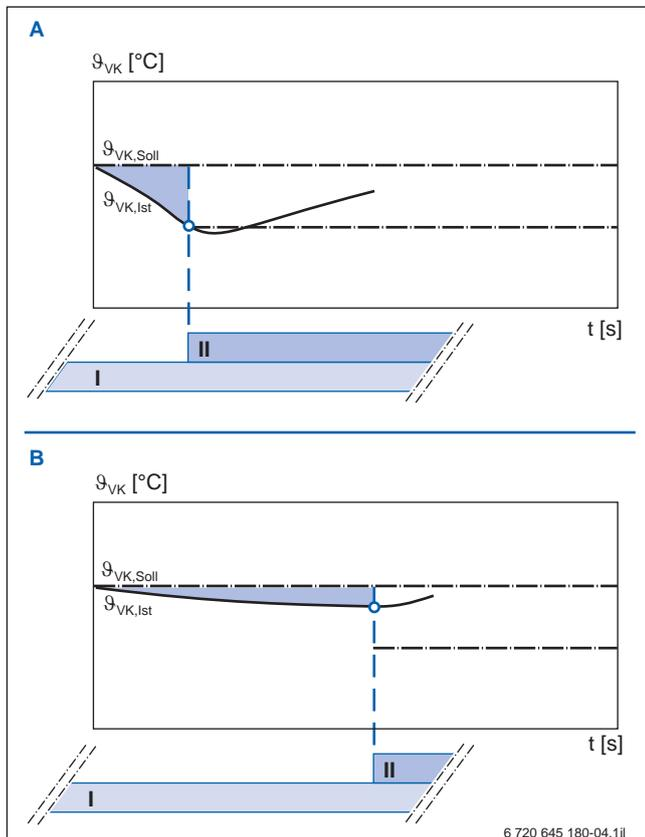

Bild 6 Funktionsprinzip der dynamischen Schaltdifferenz bei unterschiedlichen Regelabweichungen
- Zweitens prüft das Regelsystem ständig die Differenz zwischen der Kesselvorlauf-Solltemperatur und der Kesselvorlauf-Isttemperatur. Daraus berechnet das Regelgerät die Summe der Regelabweichung über ein bestimmtes Zeitintervall (Integral). Wenn der berechnete Wert einen fest eingestellten Grenzwert überschreitet, wird der Brenner ein- oder ausgeschaltet, auch wenn die fest vorgegebene Schaltschwelle noch nicht erreicht wurde (→ Bild 6, Seite 14).